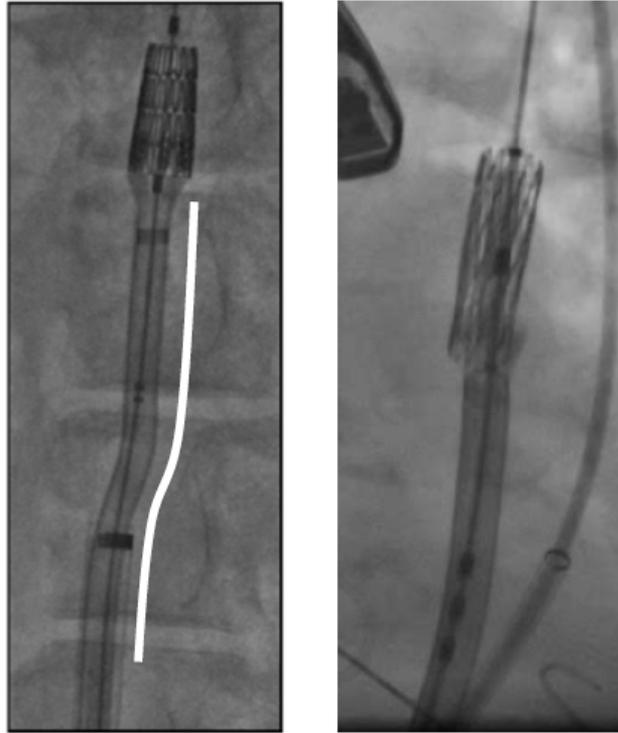

Figura 1: Compressão do eixo flexível do sistema de entrega (esquerda) e desvio da válvula (direita).
- Se for encontrada dificuldade excessiva ao realizar o alinhamento da válvula, isso pode ser uma indicação de que o alinhamento está sendo tentado em uma seção não reta da vasculatura onde o alinhamento pode não ser alcançado com segurança. Nesses casos, será necessário reposicionar o sistema de entrega para uma seção reta diferente da aorta e será necessário aliviar a compressão (ou tensão) no sistema (veja a Figura 1).
As ilustrações do manual de treinamento do médico estão fornecidas abaixo (Figura 1) para ilustrar os casos de compressão / tensão no sistema durante o procedimento: